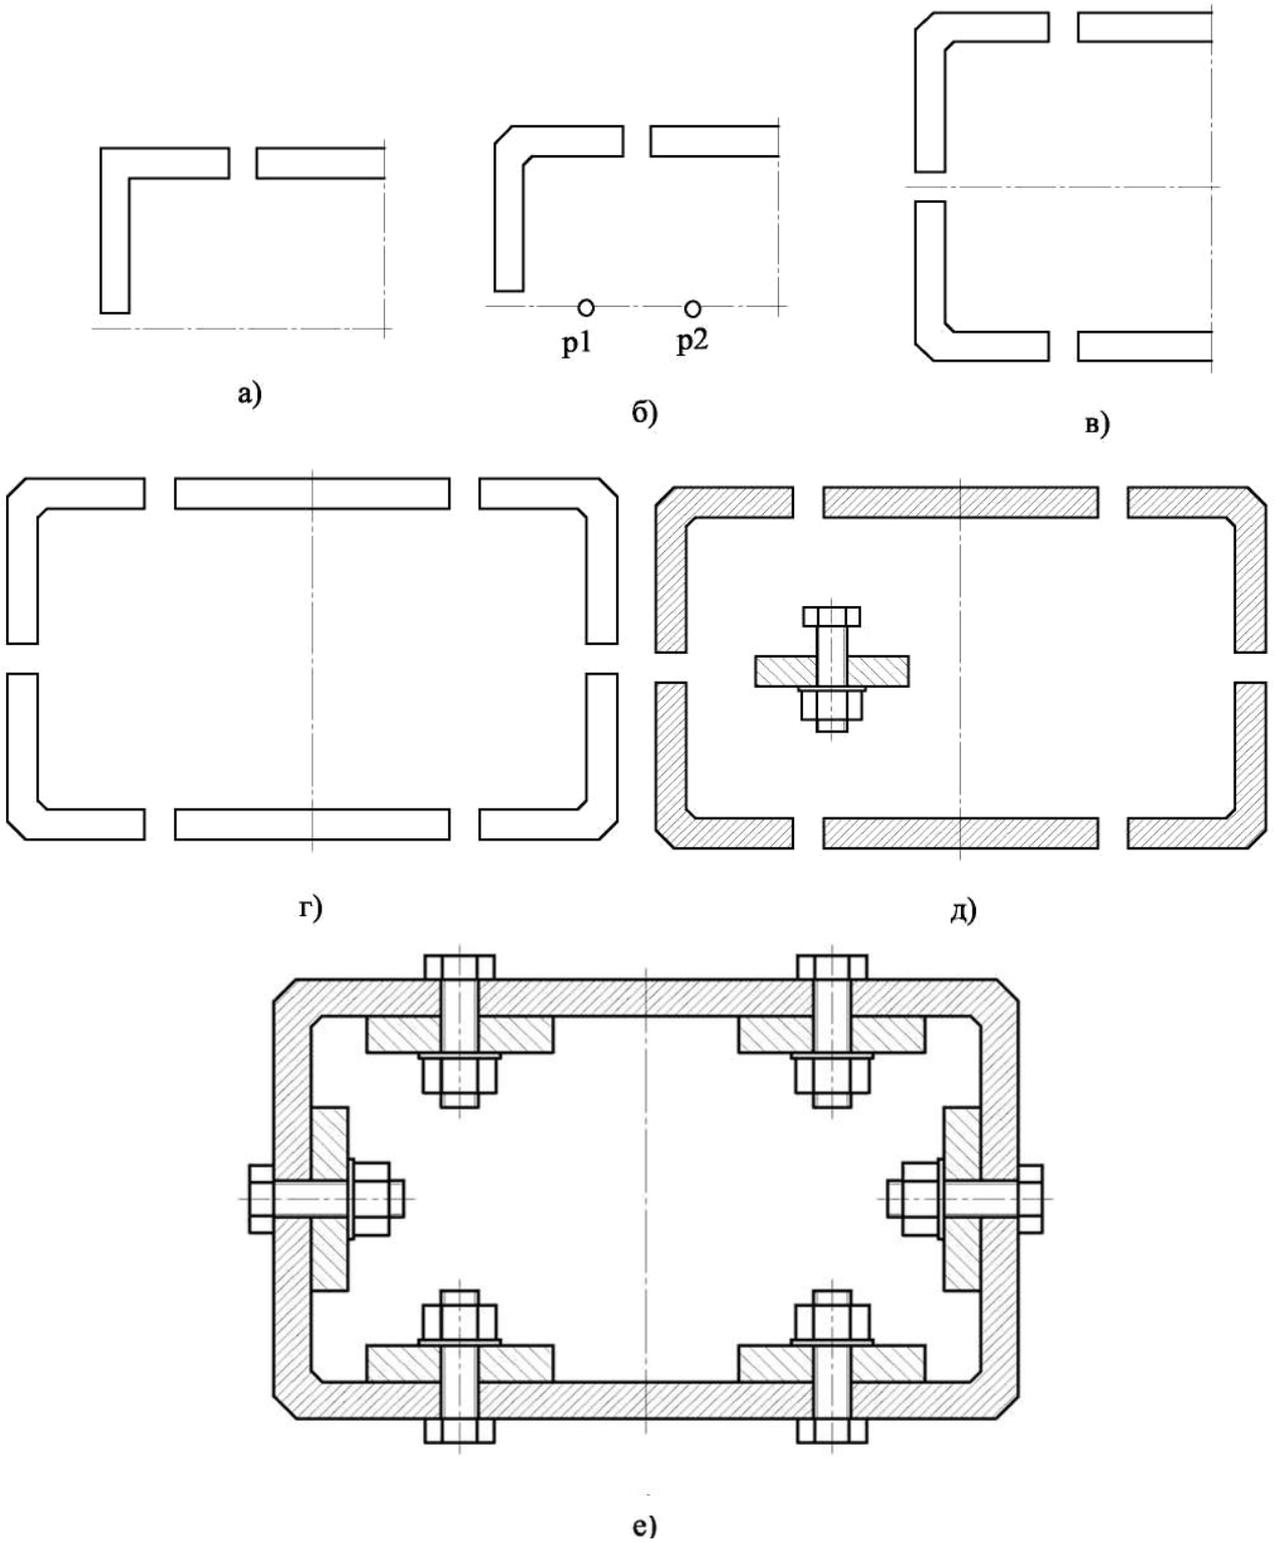

Рисунок 4.12 - Последовательность выполнения задания
2. Изобразить четвертую часть корпусной детали (рис. 4.12а).
3. Выполнить изображение фаски (рис. 4.12 б). Для этого щелкнуть по кнопке  - Фаска. Задать в Панели свойств длину фаски. Выбрать отрезки, между которыми строится фаска.
4. Построить симметричные изображения четверти (рис. 4.12 в), а затем половины корпусной детали (рис. 4.12 г). Для этого щелкнуть по пиктограмме  и задать две точки, находящиеся на оси сопряжения (точки p1 и p2) (см. п. 4.1.5). Для отражения половины корпусной детали указать точки p3 и p4 на оси отражения.
6. Вставить из библиотеки стандартных графических объектов изображение соединение болтом (см. п.4.2). В окне Болт Гайка Шайба задать диаметр и высоту пакета (рис. 4.12 б).
7. Изобразить пластину в разрезе с углом штриховки  $135^\circ$  (рис. 4.12 д).
8. Вставить изображения болтом в соответствующие места сборочного чертежа с различным углом вставки (рис. 4.12 е). Для вставки изображений соединения болтом использовать команды редактирования чертежа (см. п.4.1.1